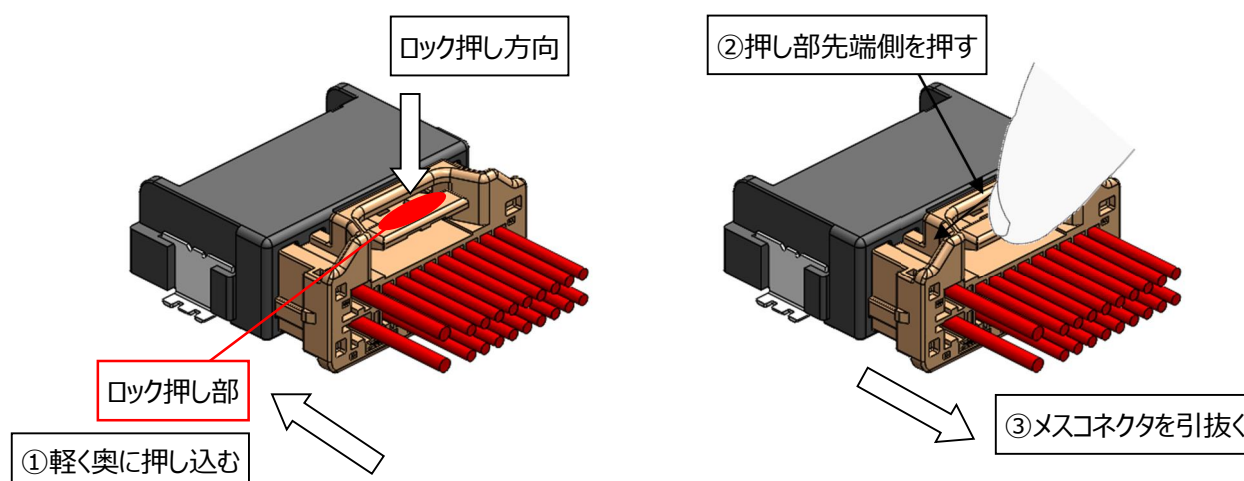

図 42.ロック押し部
- ①引き抜こうとするメスコネクタをもって、軽く奥に押し込んでください。
- ②メスコネクタを奥に押し込んだ状態で、図 42 に示すロック押し部の先端側を真下に動かなくなるまで、押し下げてください。
- ③ロックを押し下げたまま、メスコネクタを水平に引っ張ってメスコネクタを引き抜いてください。